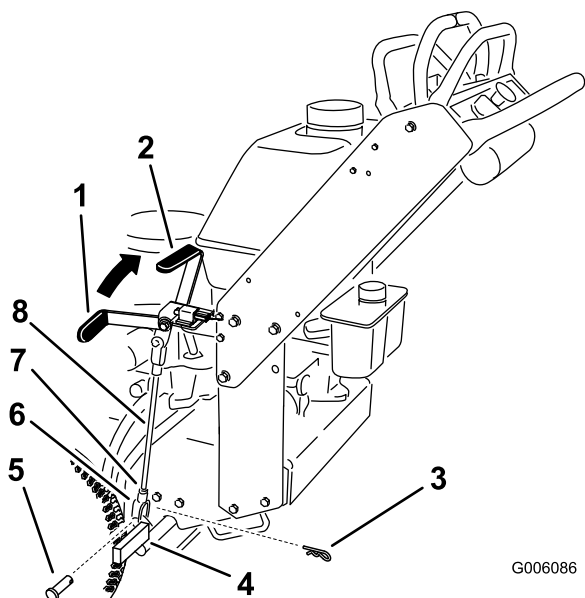

Figure 44
Remarque: Quand le frein est serré, la poignée doit être à la position 1 heure (Figure 44).
5. Desserrez les écrous de blocage supérieur et inférieur (Figure 44).
6. Pour régler le frein, retirez la goupille fendue et l'axe de chape du levier de frein inférieur (Figure 44).
7. Tournez la tige de frein dans les chapes. Pour serrez le frein, allongez la tige entre les chapes. Pour desserrer le frein, raccourcissez la tige entre les chapes (Figure 44).
8. Fixez la chape au levier de frein inférieur avec la goupille fendue et l'axe de chape (Figure 44).
9. Serrez les écrous de blocage supérieur et inférieur (Figure 44).